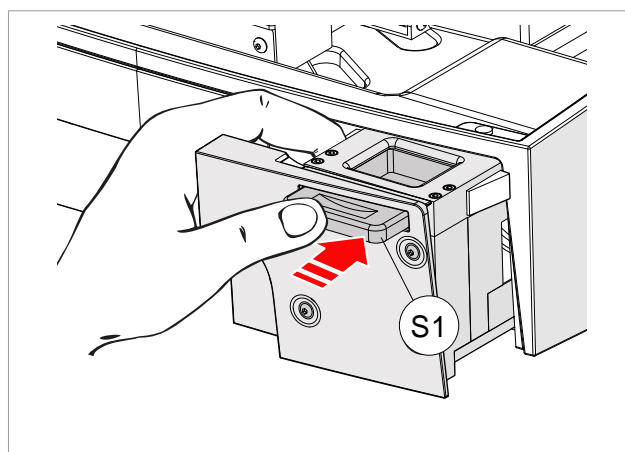

Fig. 94
- 1) Trek de lade (S) volledig uit.
- 2) Houd met één hand de lade vast en druk gelijktijdig met dezelfde hand op de hendel (S1) (Fig. 94).